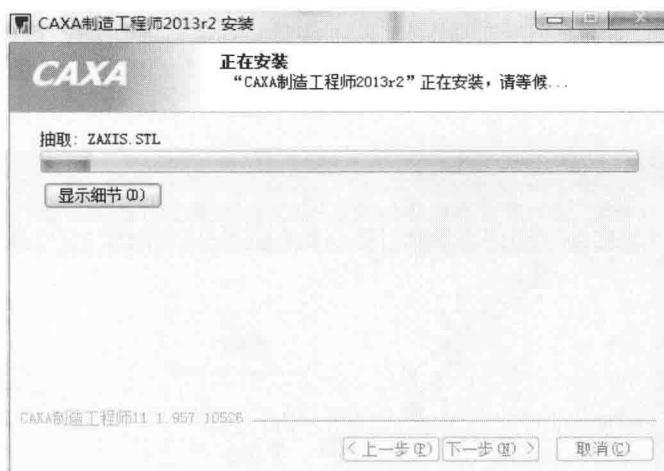

图 1-12 安装过程
- [5] 单击【安装】按钮，继续安装，系统显示如图 1-12 所示的安装过程界面。